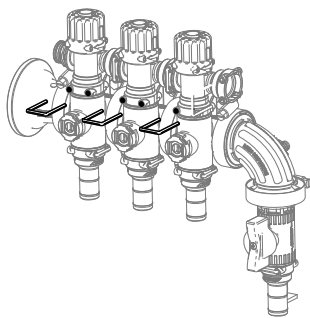

Bild 16
1. Montieren Sie die Auslegerventilinsel unter Verwendung der zuvor entfernten Halterungen, wie in Bild 16 dargestellt.